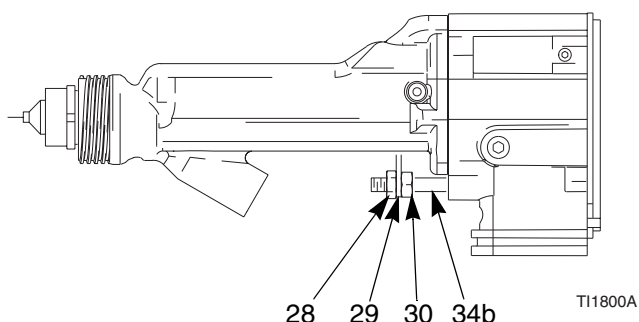

Fig. 27. Brazo del actuador
2. Desmonte el cabezal de aire, página 44. Desmonte la carcasa (2).
3. Saque la contratuerca (28), el brazo del actuador (29), y la tuerca de ajuste (30). Vea Fig. 27.
1. Instale la tuerca de ajuste (30), el brazo del actuador (29), y la contratuerca (28) en el eje del pistón (34b). Observe que la contratuerca (28) tiene una parte hexagonal ligeramente mayor y un perfil más delgado que la tuerca de ajuste (30). Vea Fig. 27 en la página 48.